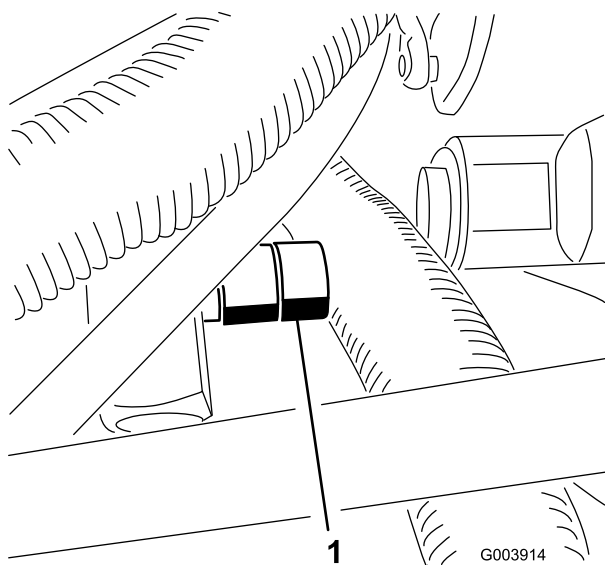

Figura 75
1. Localize a válvula no divisor de fluxo (debaixo do suporte para o pé) (Figura 75).